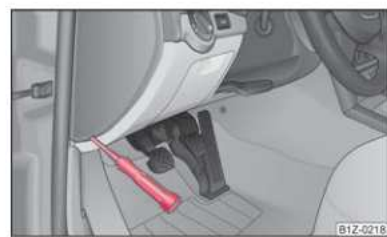

Abb. 176 Sicherungsdeckel: linke Seite der Schalttafel
- Nehmen Sie den Sicherungsdeckel an der Seite der Schalttafel mit Hilfe eines Schraubendrehers → Abb. 176 bzw. den Sicherungsdeckel im Motorraum → Seite 215 ab.